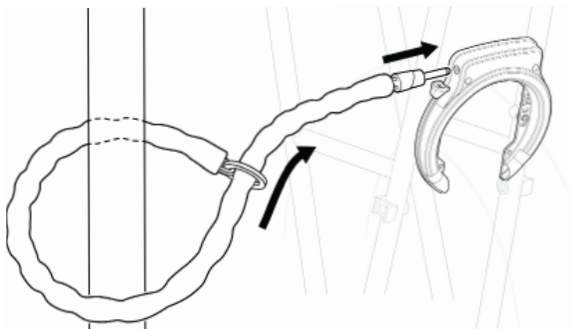
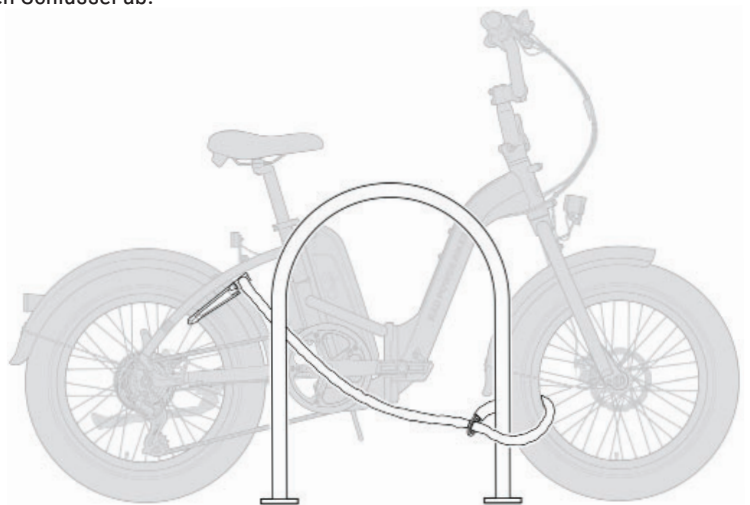

Abbildung 10: Kurze Sicherheitskette
Abbildung 11: Lange Sicherheitskette
- Legen Sie die (separat erhältliche) Sicherheitskette für den Rad Fat Tire Diebstahlschutz um einen fest verbauten Fahrradständer oder eine hohe, sichere Stange. Stecken Sie das Sicherungsstiftende der Kette durch den Ring (Abbildung 10). Wenn Sie die lange Sicherheitskette verwenden, umschließen Sie das Vorderrad und befestigen Sie die Kette an einem sicheren Gegenstand, wie abgebildet (Abbildung 11).
- Stecken Sie den Sicherungsstift der Kette in die Öffnung am Schloss, bis er einrastet (Abbildung 10).